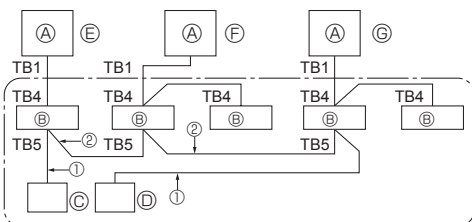

Fig. 9-1
9. Contrôle du système (Fig. 9-1)
- (A) SW 1 - 3 ~ 6 ON (A) Appareil extérieur